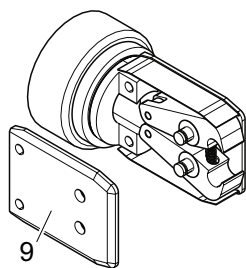

Fig. 28 : Retrait de la plaque latérale
6. Retirez la plaque latérale (Fig. 28/9).